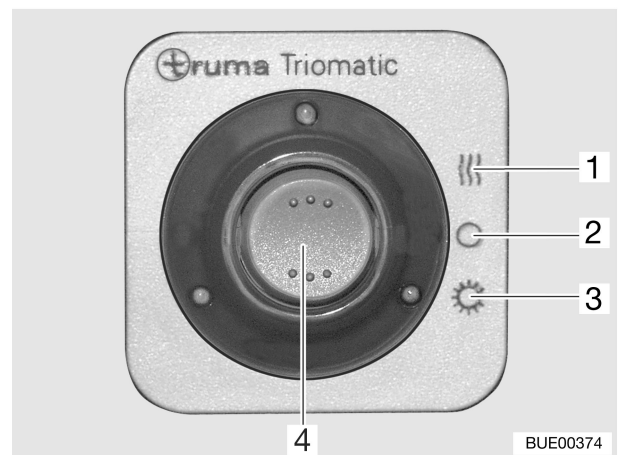

Bild 89 Fernanzeige
Mit der Fernanzeige (Bild 89) wird im Fahrzeuginneren signalisiert, welche Gasflasche in Betrieb ist.
➤ Betriebsart mit dem Wippschalter (Bild 89,4) einstellen.
- Winterbetrieb "Ein und Heizen" (Bild 89,1)
- Aus (Bild 89,2)
- Sommerbetrieb "Ein" (Bild 89,3)